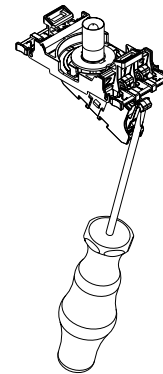

Fig. 12b
- 3b: Desmontaje del indicador luminoso (véase fig. 12b):